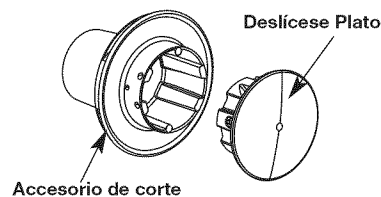

Fig. 15
- Reinstale la placa guía de la línea (Fig. 15). La placa guía es un elemento con espiga y ajusta de una sola forma. Si no entra en el cabezal de corte fácilmente, NO lo fuerce. Gire la placa hasta que se encaje fácilmente en el cabezal de corte.